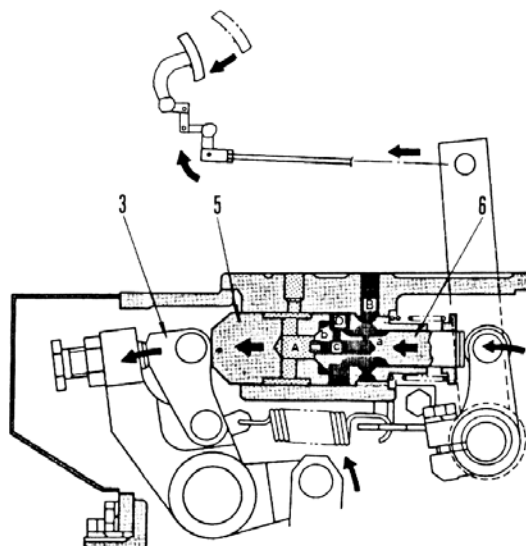

Рис. 5-33.
При нажатии тормозной педали (Рис. 5-33), как указано стрелкой, стержень (9) смещает скользящий клапан (6) влево и открывает отверстие ввода масла. Поршень (5) смещается влево находящимся под давлением маслом из насоса, и срабатывает коромысло клапана (3), выполняя операцию торможения.